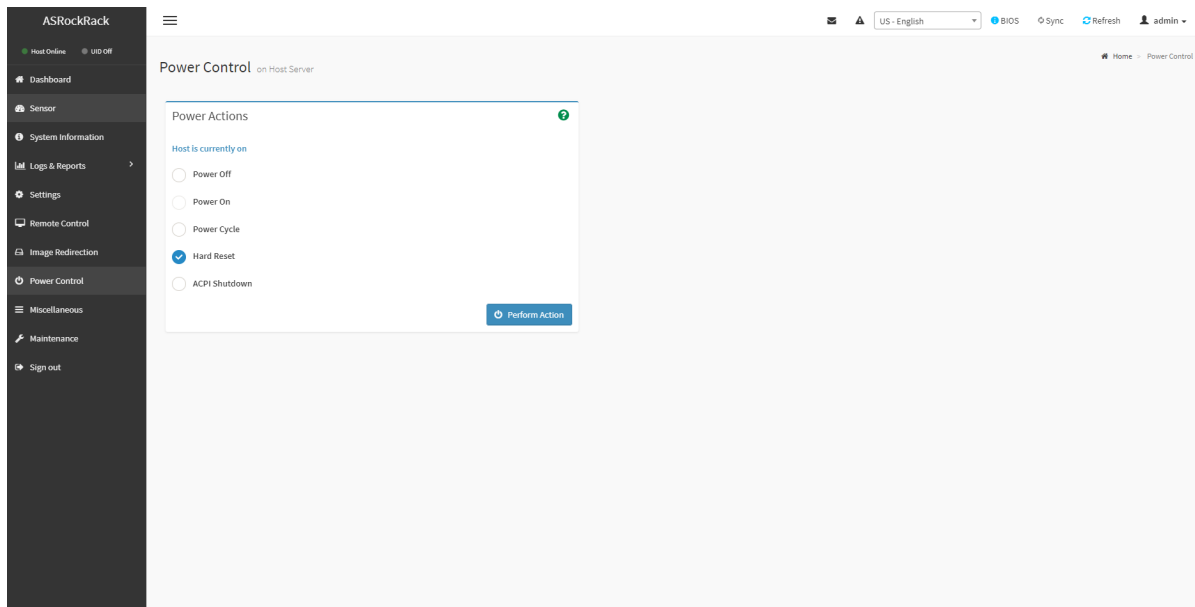

Рис. 87. Окно «Power Control»
- 5) Пройдите во вкладку «Power Control» в данной вкладке осуществляется управление питанием сервера. Окно показано на рис. 87 Окно «Power Control»